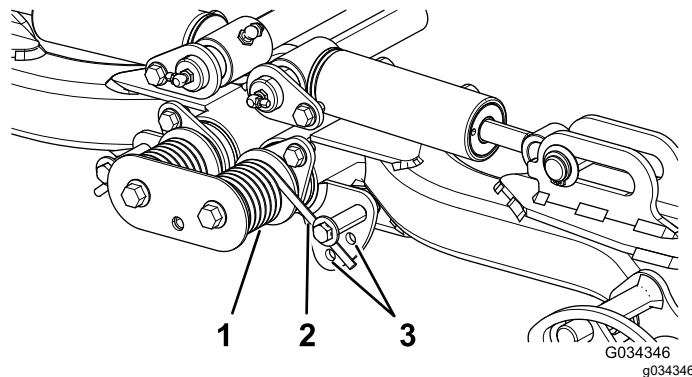

Рисунок 38
2. Наденьте на длинный конец пружины трубу или аналогичный предмет, чтобы снять натяжение пружины во время регулировки (Рисунок 38).
3. Ослабляя натяжение пружины, отверните болт и контргайку крепления пружинного привода к кронштейну (Рисунок 38).